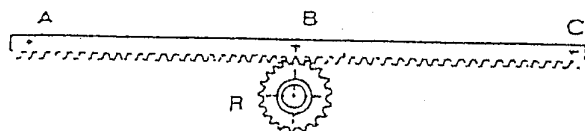

Fig.5
- B3) Apoyen el elemento de cremallera al piñón dentado del motorreductor R, a continuación acoplen con electrosoldadura el perno central B a la estructura de la verja adecuadamente reforzada. Desplacen manualmente la verja (hasta que el perno C llegue a la rueda dentada) (fig. 5), y a continuación fijen el perno C. Efectúen la misma operación para el perno A, después de haber llevado el mismo hasta la rueda R.